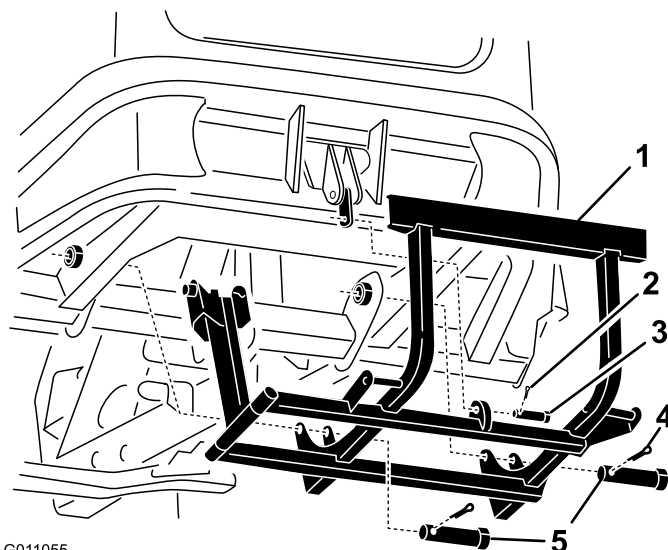

Figura 9
2. Instale o suporte de montagem do depósito de recolha de relva na parte inferior da máquina com dois passadores de forquilha grandes e dois contrapinos grandes (Figura 9).
3. Rode o suporte de montagem do depósito de recolha de relva para cima e prenda-o com um passador de forquilha pequeno e contrapino pequeno (Figura 9).